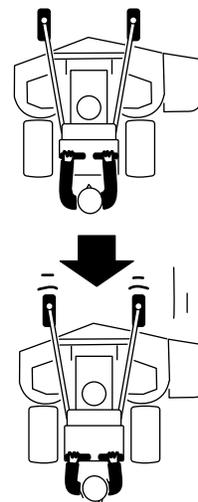

Рисунок 16
- Медленно потяните рычаги управления движением назад (Рисунок 16).